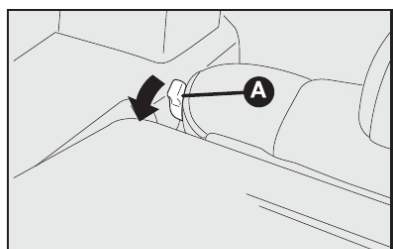

fig. 97
4) Desencaixar o encosto, movendo as alavancas laterais A-fig. 97 no sentido da seta.
Para isso, destravar a alavanca da direita ou da esquerda A-fig. 97 e rebater para a frente o encosto até obter uma única superfície de carga.